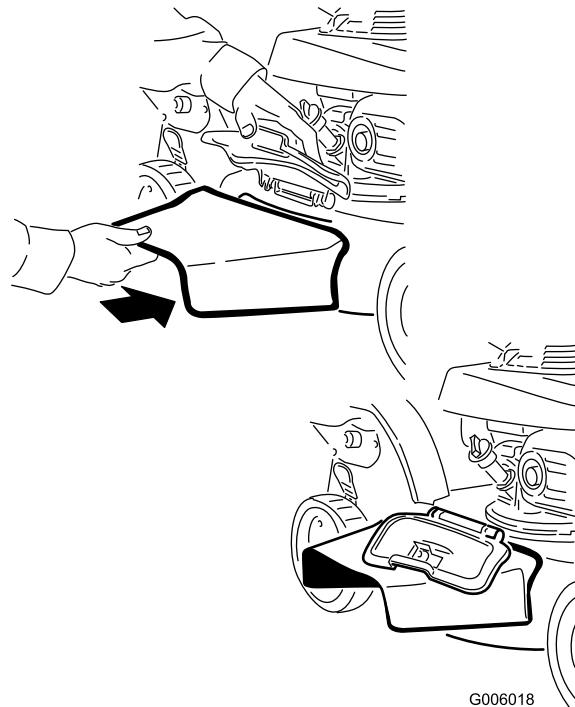

Figura 34
- Instale el conducto de descarga lateral y cierre la puerta sobre el conducto (Figura 34).